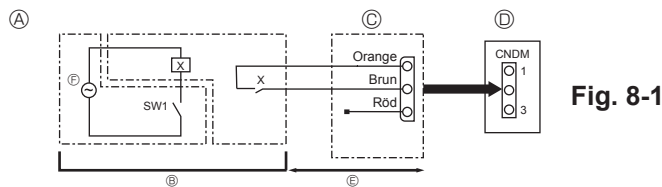

Fig. 8-1
8.1. Lågsta ljud-nivå (ändring på plats) (Fig. 8-1)